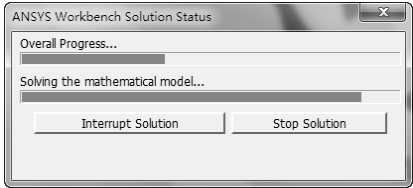

图 8-81 求解进度条
1) 单击工具栏上的【Solve】按钮  Solve ▾，启动求解，系统弹出进度条，表示正在求解。求解完成后进度条自动消失，如图 8-81 所示。